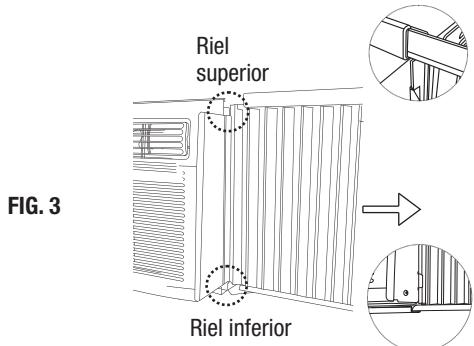

FIG. 3
- C.** Una vez que haya instalado el panel sobre el costado del gabinete, asegúrese de que se asiente de forma segura dentro del canal del marco haciendo ligeros ajustes. Deslice los extremos superior e inferior del marco dentro de los rieles superior e inferior del gabinete. (Fig. 3)